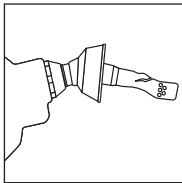

Figure 10
- Bec et mécanisme d'arrêt peuvent être endommagés. (Voir Fig. 10)